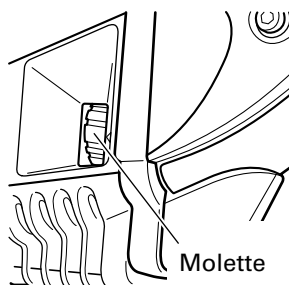

Fig. 9 (H60MRV)
6. Sélectionner le nombre de frappes (uniquement avec le modèle H60MRV) (Fig. 9)